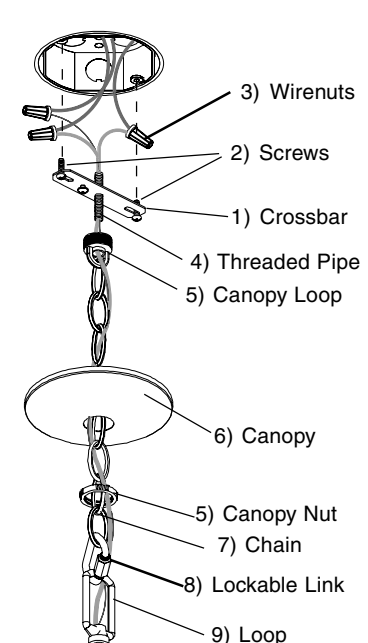

Figure 4
7. Mounting hardware assembly: Screw Threaded Pipe (4) about 3/8" into center hole of Crossbar (1). Hold short end of Threaded Pipe and place Canopy (6) over opposite end (Note: Crossbar will be inside of canopy). Thread Canopy Loop & Nut (5), attached to end of chain (7), onto end of Threaded Pipe. See Fig. 4.
8. Determine desired length of chain: attach Mounting Hardware assembly with Chain (7) to Loop (9) using the attached Lockable Link (8). Hold fixture up to ceiling and determine desired length of Chain. If chain length adjustment is needed, unhook chain at Lockable Link and remove chain links (Note: Use pliers to remove links or call Technical Support to purchase additional chain). Reattach Chain to Loop with Lockable Link.
10. Route the ground & fixture supply wires through every fourth link of chain and through center of Threaded Pipe in Crossbar. See Fig. 4.
11. Take fixture assembly by the chain, loosen Canopy Nut (5) all the way and slide Canopy (6) down. Support fixture while mounting Crossbar to junction box with two Screws (2). See Fig. 4.
13. Use Wirenuts (3) to connect brown or clear fixture wire to the black power supply wire and brown or clear ribbed fixture wire to the white power supply wire. See Fig. 4.
7. Montaje de piezas del ensamblaje: Rosque el Tubo Roscado (4) como a 3/8" dentro del agujero de centro de la Barra Transversal (1). Sostenga el extremo corto del Tubo Roscado y coloque el Espaciador de Sobrecielo (6) sobre el extremo opuesto (Nota: la Barra Transversal estará dentro del espaciador de sobrecielo). Rosque el Lazo del Espaciador de Sobrecielo y la Tuerca (5), unido al extremo de la cadena (7), al extremo del Tubo Roscado. Vea Fig. 4.
8. Para determinar la longitud deseada de la cadena: una el ensamblaje de las Piezas de Montaje con la Cadena (7) al Lazo (9) usando el Eslabón de Cierre (8) adjunto. Sostenga y suba el luminario hasta el techo para determinar la longitud deseada de la Cadena. Si necesita ajustar la longitud de la cadena, desenganche la cadena en el Eslabón de Cierre y quite eslabones de la cadena. (Nota: Use alicates para quitar los eslabones o llame a Soporte Técnico para comprar cadena adicional). Ate de nuevo la Cadena al Lazo con el Eslabón de Cierre.
10. Encamine los alambres de hacer tierra y los de suministro del luminario por cada cuarto eslabón de la cadena y a través del centro del Tubo Roscado en la Barra Transversal. Vea Fig. 4.
11. Agarre el ensamblaje del luminario por la cadena, suelte la Tuerca del Espaciador de Sobrecielo (5) totalmente y deslice el Espaciador de Sobrecielo hacia abajo. Sostenga el luminario mientras monte la Barra Transversal a la caja de ensambladura con dos Tornillos (2). Vea Fig. 4.
13. Use Tuercas de Alambre (3) para conectar el alambre del luminario marrón o transparente al alambre de suministro de electricidad negro y al alambre marrón o al alambre transparente acanalado del luminario al alambre de suministro de electricidad blanco. Vea Fig. 4.